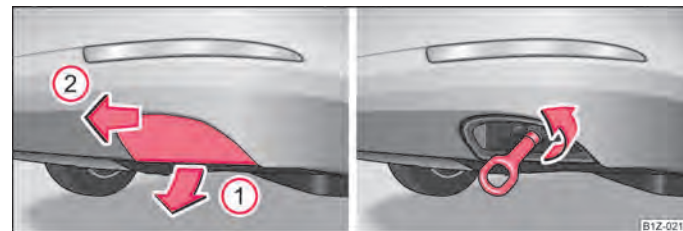

Fig. 175 Paragolpes trasero: Desmontar la cubierta/paragolpes trasero: montaje de la argolla de remolque
- Tirando hacia abajo en el sentido de la flecha (1) ⇒ **fig. 175** desbloquear la parte inferior de la tapa.
- Desbloquear la parte superior de la tapa tirando en el sentido de la flecha (2) y quitar la tapa.
- Atornille manualmente la argolla de remolque hacia la izquierda hasta el tope ⇒ **fig. 175** - lado derecho, y tire de ella lo más firmemente posible. Para fijar la argolla recomendamos utilice p. ej. la llave para rueda, la argolla de sujeción de otro vehículo u otro objeto parecido que se pueda pasar por la argolla.